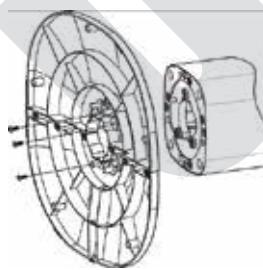

fig. 3
6. Reliez le pied au socle de l'appareil et fixez toutes les pièces avec les vis fournies (fig. 3)